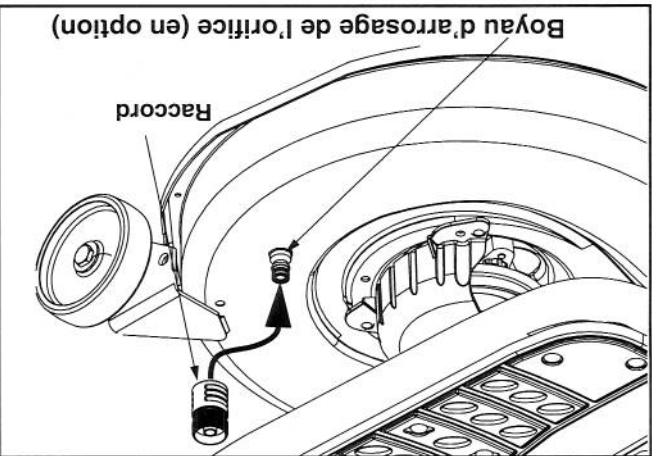

Figure 17
4. Attachez le raccord pour boyau d'arrosage à l'orifice aménagé sur la surface du plateau de coupe. Voir la Figure 17.